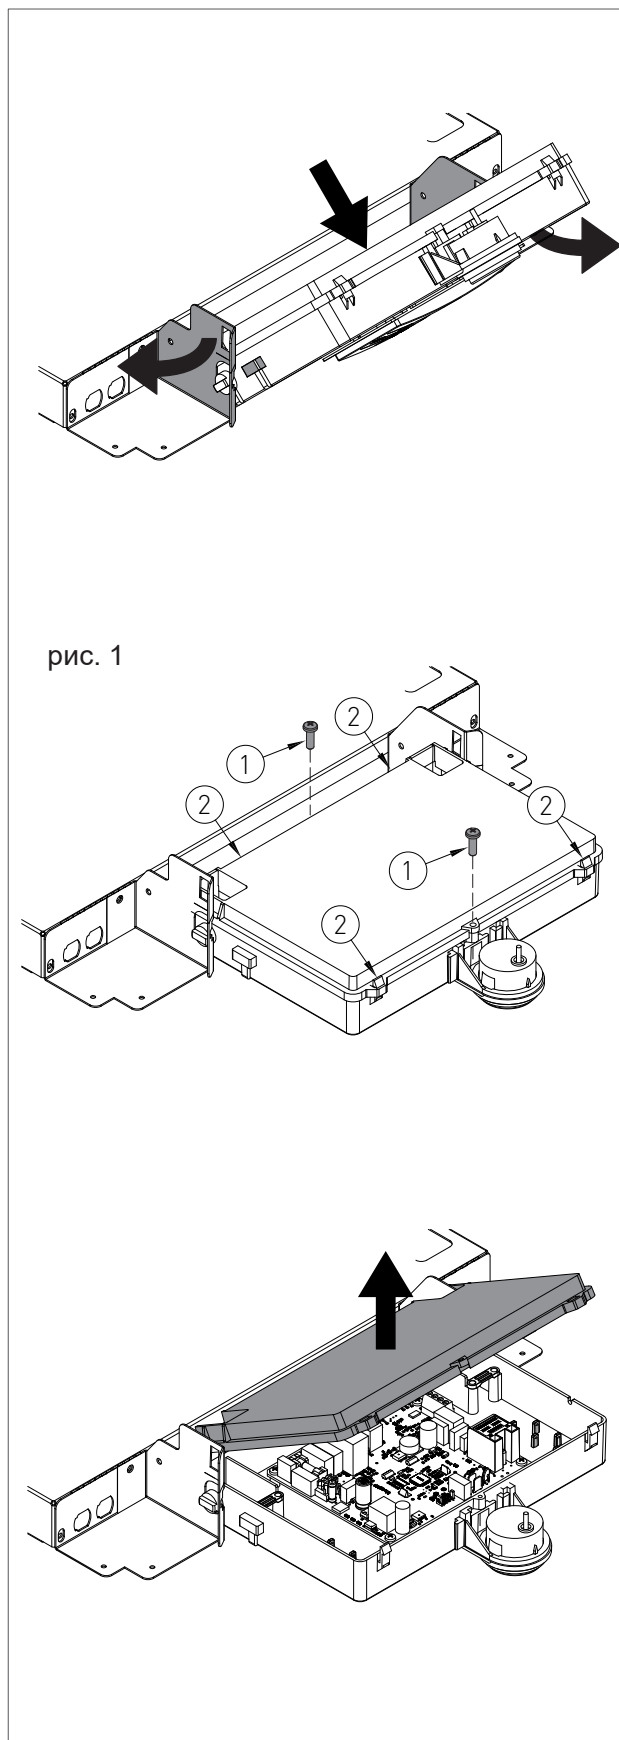

рис. 1
- > Одновременно возьмитесь за опорные кронштейны панели управления (рис. 1), ослабьте их и поверните панель вниз;
- > открутите два крепежных винта «1» - рис. 1;
- > отцепите четыре крюка «2» - рис. 1;